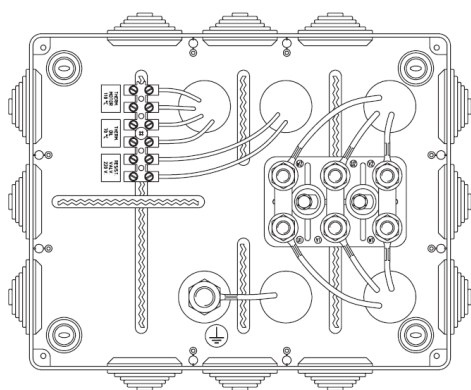

Fig. 6
- A caixa da unidade de controle padrão inclui (ver Fig. 6):